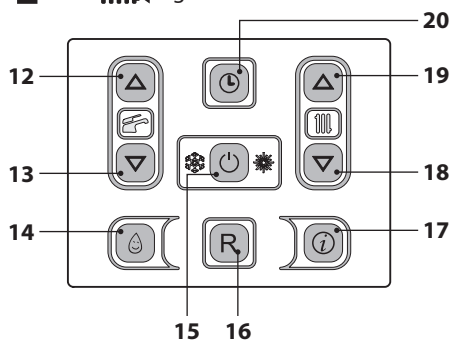

Figura 6.6
- Tenere premuto per 2 secondi il tasto 15 fino a far apparire sul display entrambe i simboli  e . Figura 6.6.
- Spegnerne la caldaia tenendo premuto per 2 secondi il tasto 15 (Figura 6.6) fino a far apparire sul display LCD il simbolo - - - - (Figura 6.5).